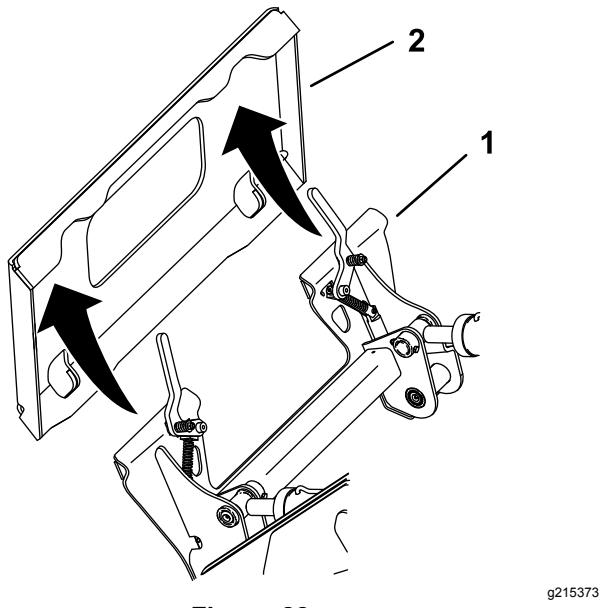

Figura 28
5. Coloque la placa de montaje debajo del reborde superior de la placa receptora del accesorio (Figura 28).